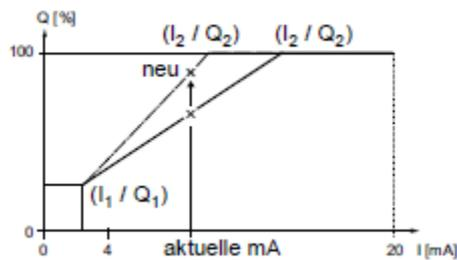

Abb. 21 Analogprofil einstellen (Menü 'Betrieb')
**Achtung** Beachten Sie, dass sich Änderungen auch unmittelbar auf den Punkt  $I_2/Q_2$  auswirken (siehe Abb. 21)!